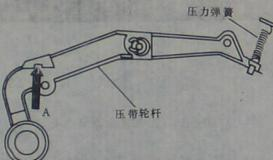

图 1-15 压带轮压力检测
- 3) 参看图1-15, 将扇形张力表对准主压带臂的 A 位置。
- 4) 按图1-15中箭头所示方向, 用张力表去按压主压带杆。